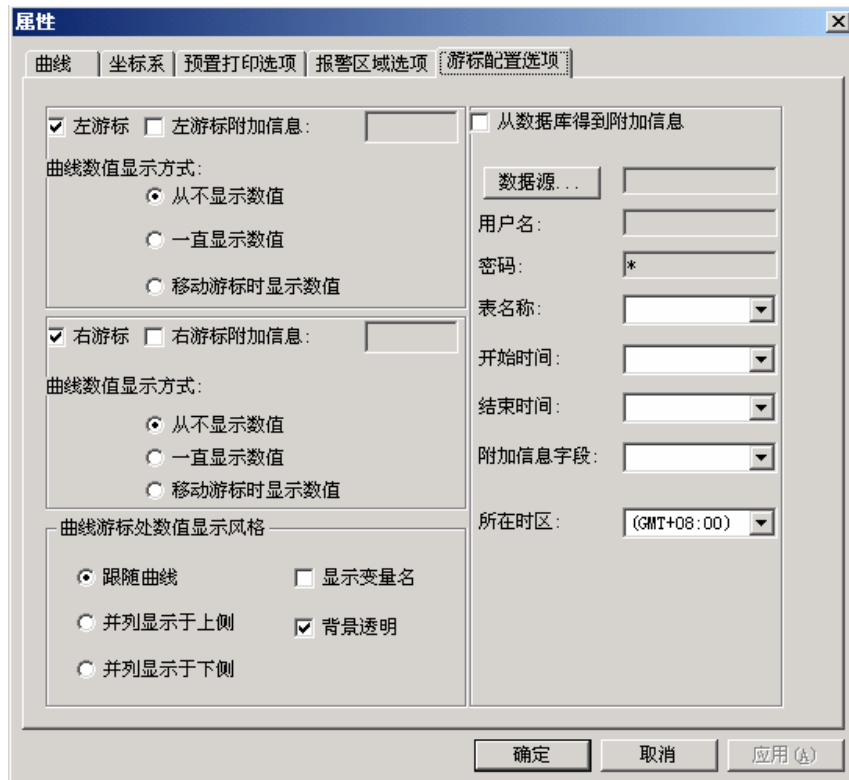

图 4-13 游标配置选项属性页
- 游标配置选项属性页：历史曲线控件中的“游标配置选项属性页”对话框，如图 4-13 所示。在此属性页中您可以设置历史曲线窗口左右游标在显示数值时的显示风格及显示的附加信息，附加信息的设置不仅可以在编辑框中输入静态信息还可使用 ODBC 从任何第三方数据库中得到动态的附加信息。